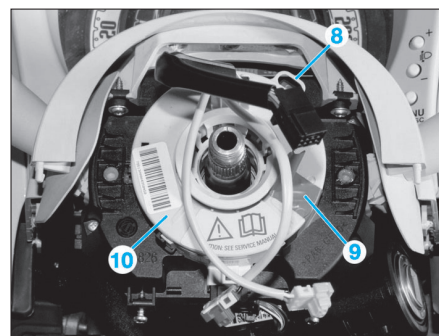

Fig. 7
⚠ Faire très attention à ne pas modifier la position (repère 8) du contacteur tournant (10). Fixer avec du ruban adhésif (9) les deux coupelles entre elles afin qu'elles ne soient pas déplacées accidentellement (Fig.7).